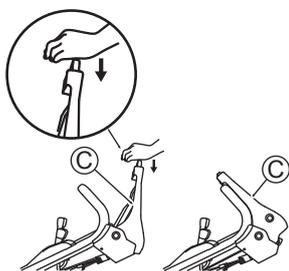

Fig. 16
3. Poussez le Levier de la lame (C) vers l'avant tout en appuyant sur son bouton jaune. (Voir Fig. 16)